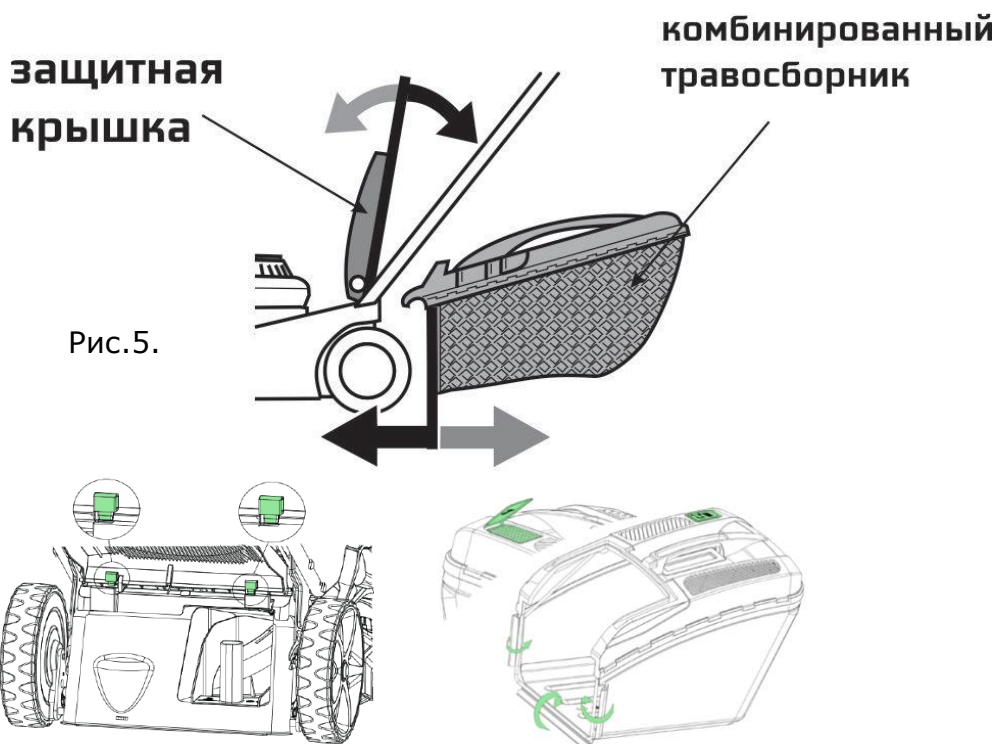

Рис.5.
1. Установите травосборник на корпус. Рис.5